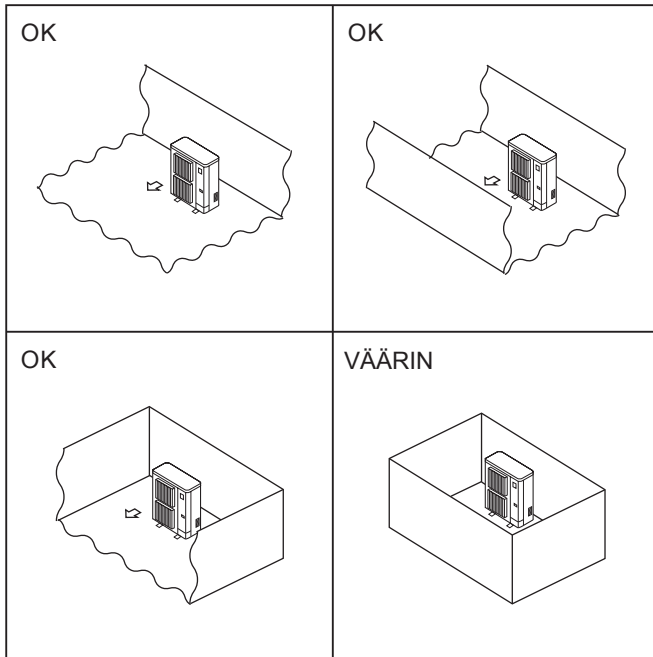

Fig. 2-1
- ⊙ Asenna ulkoyksiköt paikkaan, jossa vähintään yksi neljästä sivusta on avoin. Asennuspaikan on oltava riittävän suuri, eikä siinä saa olla syvennyksiä. (Fig. 2-1)